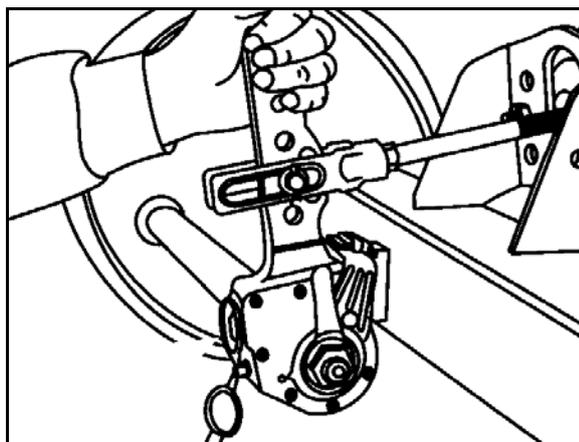

Fig. 168
1. Comprobar si los manguitos contra el polvo o los fuelles plegables (Fig. 168/5) presentan daños.